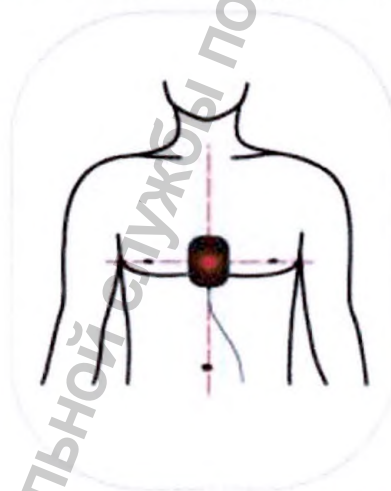

Рисунок 15 – Расположение датчика обратной связи для СЛР
- расположите датчик обратной связи СЛР так, чтобы зона компрессии находилась посередине грудной клетки, в нижней половине грудины (см. рисунок 15).